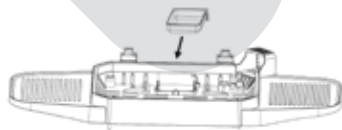

Fig. 8
8. Insérez le bac récupérateur de graisses [17] (Fig. 8). Celui-ci doit être glissé dans le corps du barbecue. Pour retirer le bac récupérateur de graisses, vous devez appuyer légèrement dessus avec précaution, puis le retirer.